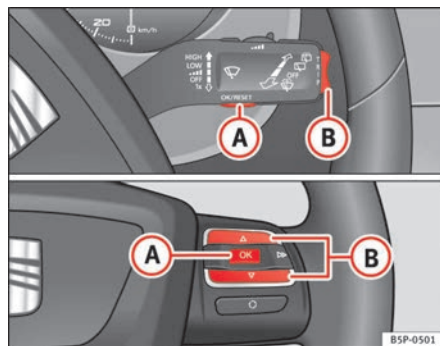

Fig. 39 Teclas basculantes A y B. Mandos en volante.
Si hay que realizar algún servicio próximamente, aparece en el cuentakilómetros un **preaviso de servicio**. Aparece el símbolo de una “llave fija” y la indicación “km” con los kilómetros que aún puede recorrer hasta la fecha del próximo servicio. Aproximadamente transcurridos 10 segundos cambia esta indicación. Aparece el símbolo de un “reloj” y el número de días que faltan hasta la fecha del próximo servicio. En la pantalla* del cuadro de instrumentos aparece el siguiente mensaje: **SERV. EN... KM O... DÍAS**. Transcurridos 20 segundos después de haber conectado el encendido o de tener el motor en marcha, se apaga el mensaje de servicio. También se puede volver a la pantalla normal pulsando el botón de puesta a cero del cuentakilómetros parcial o pulsando la tecla basculante del MFA ⇒ página 64, fig. 39 ⑧.
- Con el encendido conectado, pulse brevemente la tecla $\Rightarrow$ fig. 39 **A** de la palanca del limpiacristales para cambiar de una memoria a otra o pulse la tecla **A** de los mandos al volante $\Rightarrow$ fig. 39.